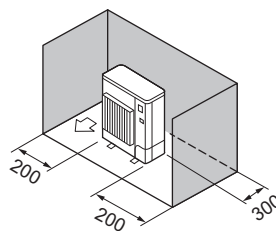

Fig. 2-9
- (3) Obstáculos apenas na parte de trás e nos lados (Fig. 2-9)